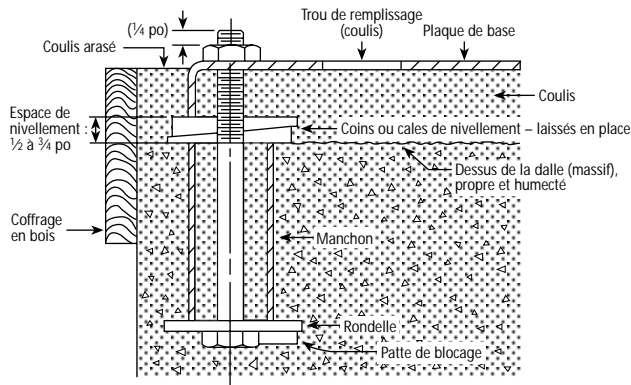

Figure 1
- Il est recommandé de remplir de coulis le vide entre la plaque de base et la dalle reposant sur une semelle de fondations solide (fig. 1).
- Comme le montre la figure 1, placer la plaque de base sur des coins de nivellement (deux à chaque boulon d'ancrage) et mettre la plaque au niveau avec les coins. L'espace (épaisseur) recommandé pour le coulis, entre la dalle et la plaque, est de 19-64 mm (3/4-1 1/2 po).